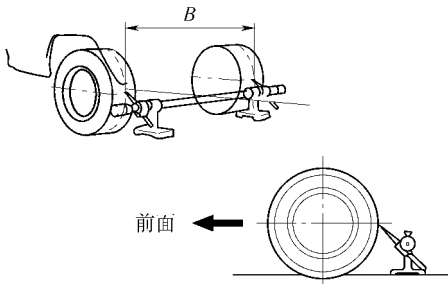

图 14-36 测量左、右轮胎的标记之间的距离 B
①上下摇动汽车以使悬架稳定，然后在汽车两前轮呈直驶的状态下，向前移动汽车 5m 左右后，标记出各后车轮的中心，并测量左、右轮胎之标记之间的距离“B”，如图 14-36 所示。